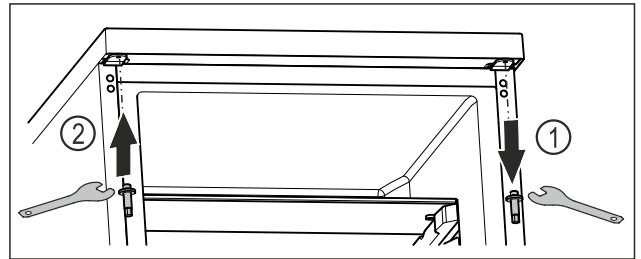

Fig. 15
- ▶ Draai de bovenste bout los met een inbusleutel. Fig. 15 (1)
- ▶ Draai de bout aan de andere kant vast met een inbusleutel. Fig. 15 (2)